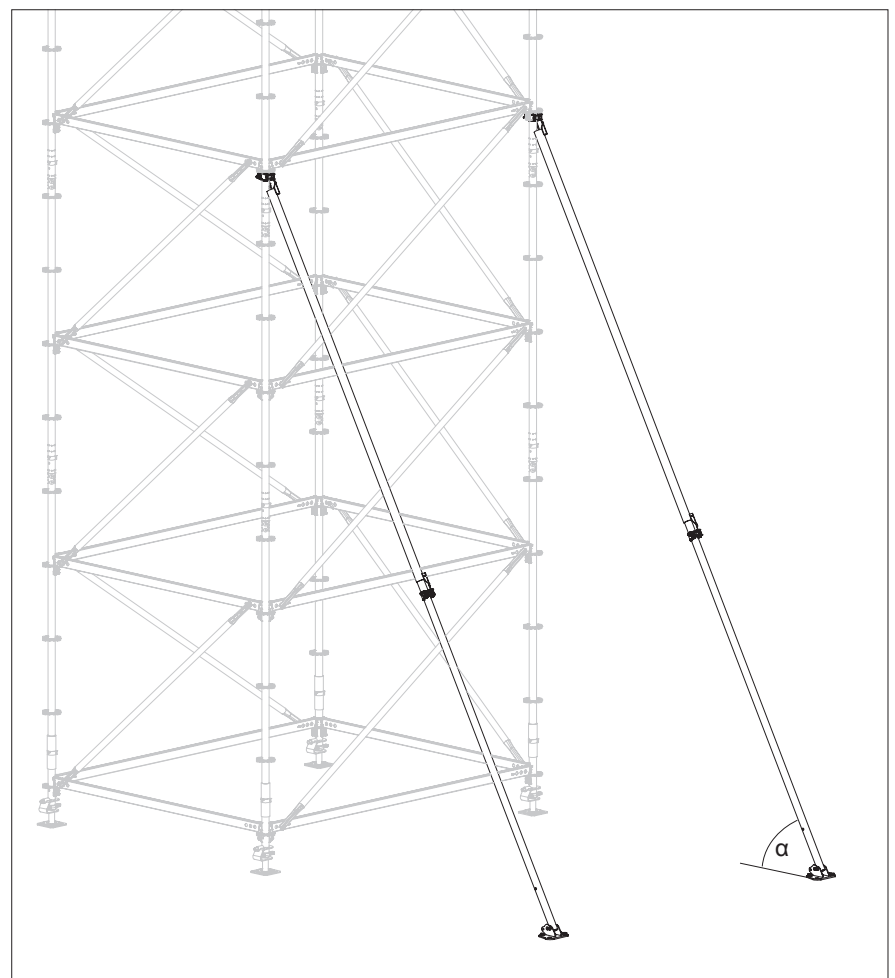

Fig. A15.01a
- L'introduzione di forza deve avvenire in prossimità del corrente orizzontale. (Fig. A15.01a)